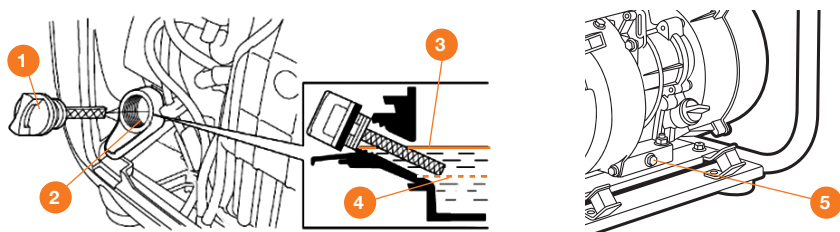

Рис. 10
- Разместите под двигателем подходящую емкость для сбора масла, затем снимите крышку/шуп 1 маслосливной горловины 2 (Рис. 10).